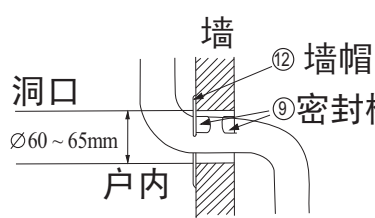
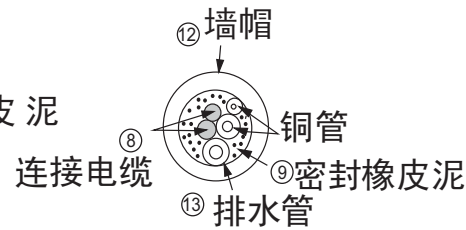

图29
图30
- 2 用附件 ⑫ 墙帽及附件 ⑨ 密封橡皮泥来整理墙上的洞，如图29、图30。